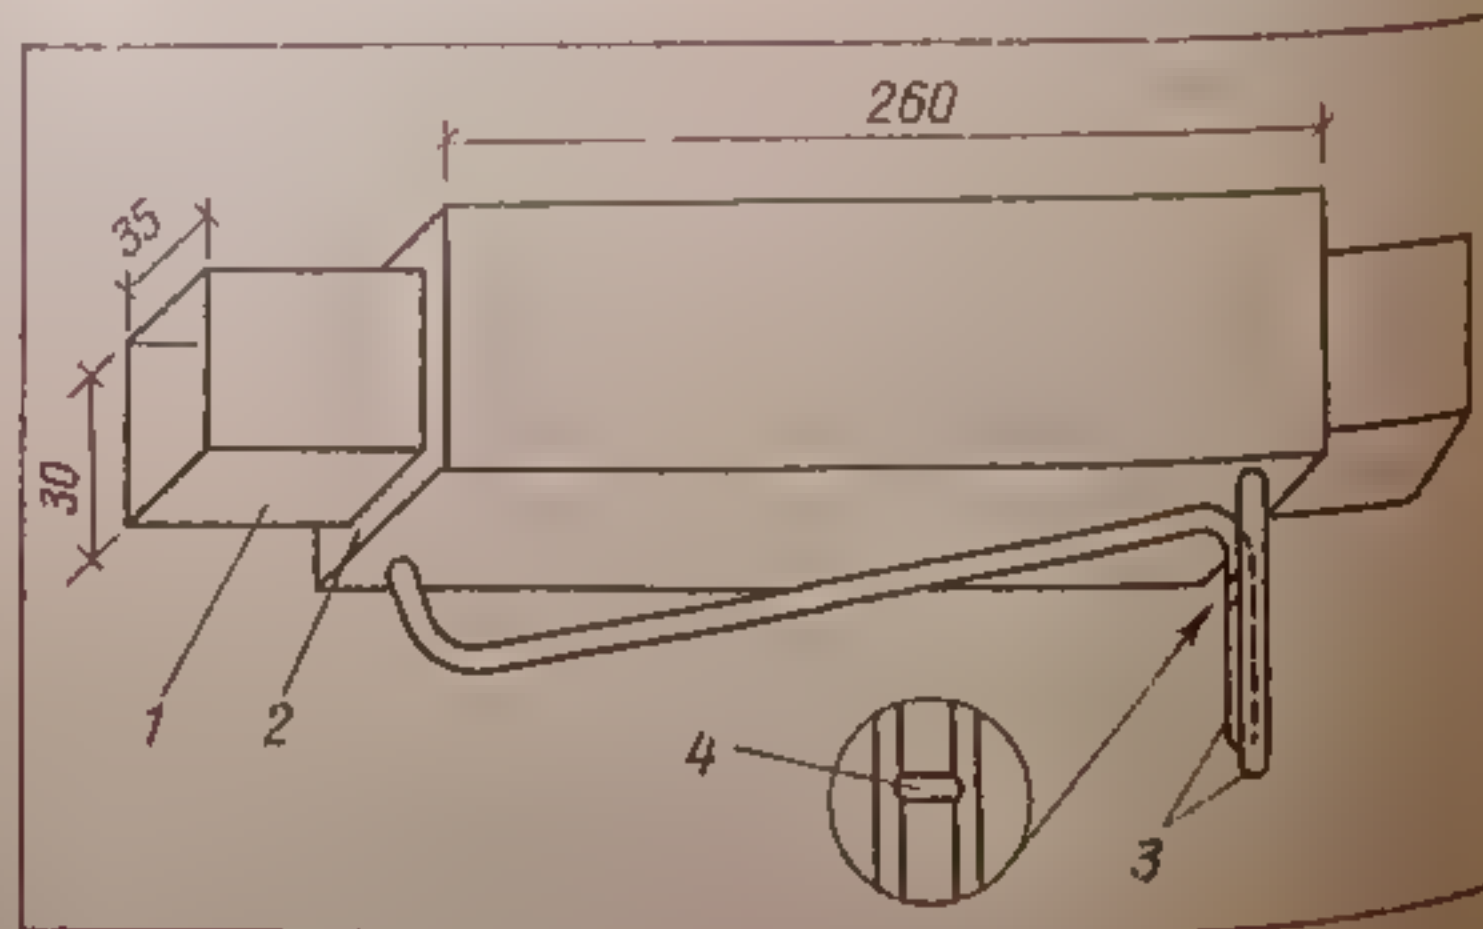

Рис.3. Охладитель дыма: 1 — внутренний короб; 2 — наружный короб; 3 — подводящие и отводящие воду трубки; 4 — перемычка (для жесткости)
**Охладитель.** Один из самых ответственных элементов установки — это устройство для охлаждения дыма (рис.3). Дым, образующийся в печке, вообще-то имеет невысокую температуру при условии, если в печь не попадает вода и не происходит возгорания чурок. При значительном расстоянии от печки до камеры (более 1 м) дым охлаждать не надо. Но такой длинный участок дымохода часто трудно расположить в условиях небольшой кухни, как, например, у меня. Делать дымоход изогнутым можно, но не нужно, так как закоулки в таком дымоходе трудно чистить. В первых вариантах «Синца» я применял дымоход без охлаждения, и при возгорании в печи чурок, в камеру проникал горячий дым, поджаривая рыбу. Затем дымоход от печи я начал обматывать тряпкой, которую периодически поливал водой. Но все равно приходилось следить, чтобы не происходило возгорания дров. Однако быть привязанным к печи и тряпке в течение 4 — 10 ч весьма утомительно, и пришлось придумать водяное охлаждение дымохода. Жизнь после этого сразу стала веселей. Ведь параллельно с копчением я мог читать, писать и вообще заниматься любой другой работой.